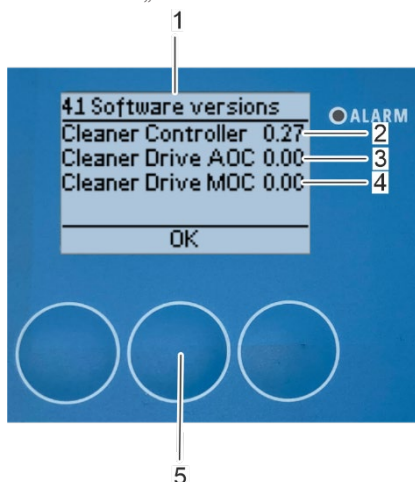
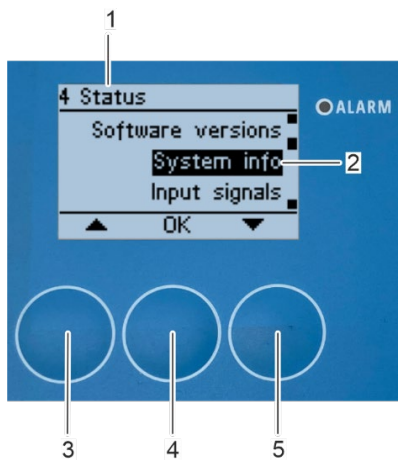

Abbildung 173: Untermenü „Software Versionen“
Abbildung 174: Öffnen Untermenü „System Informationen“
⇒ Auf dem Bildschirm (Abbildung 173/1) erscheint das Untermenü „41 Software Versionen“ mit den aktuellen Software Versionen der Rotorreinigersteuerung (Abbildung 173/2) und des Rotorreinigerantriebs (Abbildung 173/3 und Abbildung 173/4).
3. Drücken Sie [OK] (Abbildung 173/5), um zum Untermenü „4 Status“ (Abbildung 174/1) zurückzukehren.
⇒ Das Untermenü „4 Status“ erscheint auf dem Bildschirm (Abbildung 174/1).
1. Wählen Sie das Untermenü „System Informationen“ (Abbildung 174/2) mit den Pfeiltasten [nach oben] (Abbildung 174/3) und [nach unten] (Abbildung 174/5).
2. Bestätigen Sie die Auswahl mit [OK] (Abbildung 174/4).